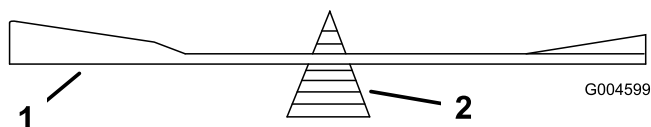

Figura 38
2. Verifique el equilibrio de la cuchilla colocándola sobre un equilibrador de cuchillas (Figura 38). Si la cuchilla se mantiene horizontal, está equilibrada y puede utilizarse. Si la cuchilla no está equilibrada, afile algo de metal de la parte posterior de la cuchilla. Repita este paso hasta que la cuchilla esté equilibrada.